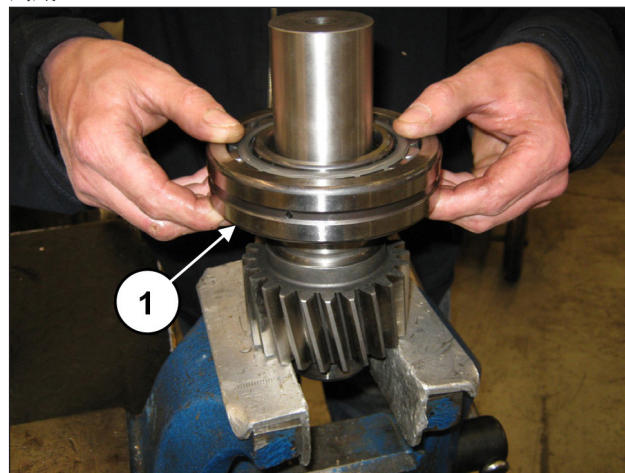
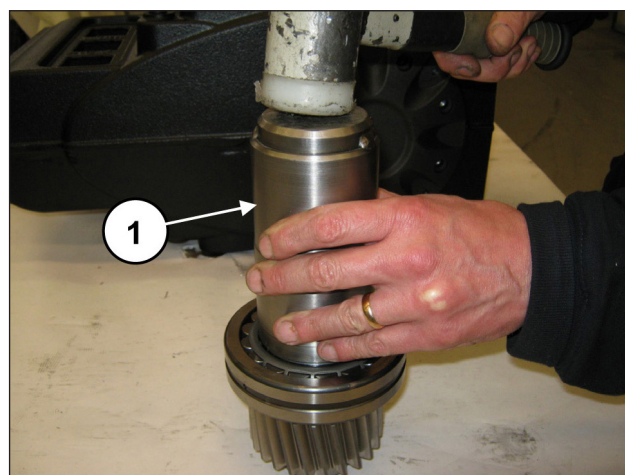

图 83
图 84
使用代码为 27604800 的工具 (位置①, 图 84), 在链轮的另一侧预装轴承 $55 \times 120 \times 29$ (位置①, 图 83), 直至其定位到底。